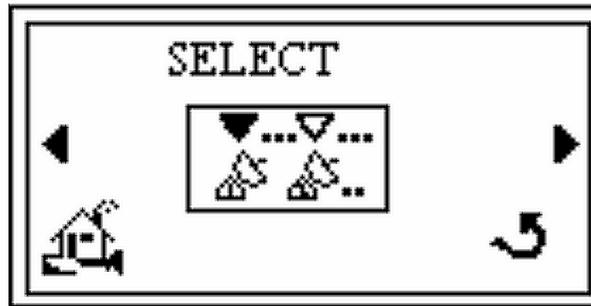

Abbildung 2-21 Auswahl-Bildschirm
4. Drücken von **Enter** und der *Auswahl*- Bildschirm erscheint (Abbildung 2-21).